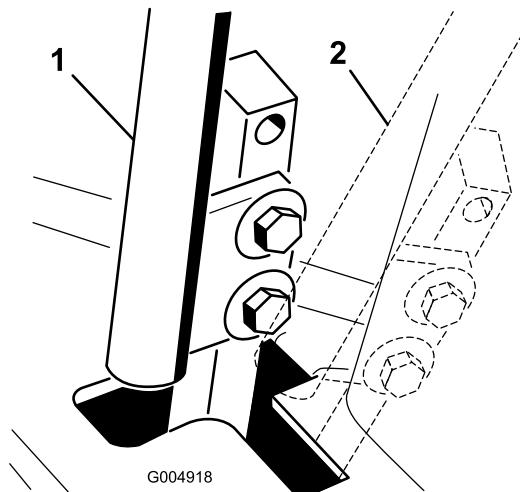

Рисунок 41
- Переведите рычаг управления в НЕЙТРАЛЬНОЕ, но **не фиксируемое положение** (Рисунок 41).
- Проверьте положение рычага управления относительно выемки в консоли (Рисунок 41).